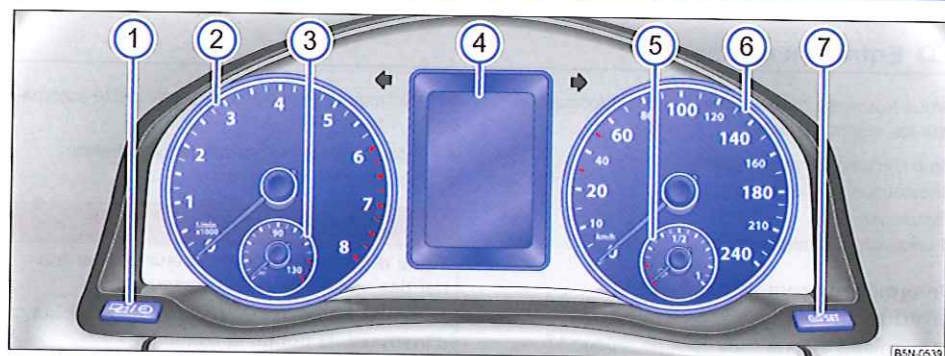

Fig. 12 Combiné d'instruments dans le tableau de bord
Explications relatives aux cadrans ⇒ fig. 12 :
Suivant l'équipement du véhicule, différentes informations peuvent être indiquées sur l'afficheur du combiné d'instruments \Rightarrow fig. 12 (4) :